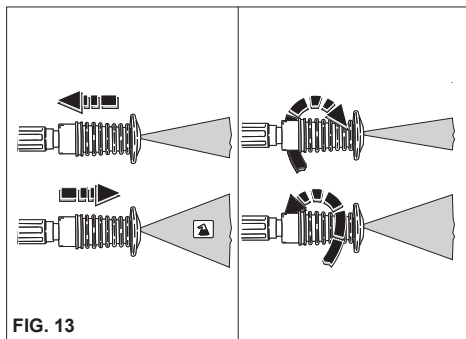

FIG. 13
### EMPLOI DE LA BUSE REGLABLE MULTIREG (fig. 13)
- Quand le nettoyeur haute pression n'est pas utilisé, fermer le dispositif de sécurité de la poignée. (fig. 13).
2) Actionner le nettoyeur haute pression, activer la commande d'aspiration du détergent présente sur la lance (fig. 13), et répandre la solution sur la surface à laver en procédant de bas en haut. Laisser agir quelques minutes.